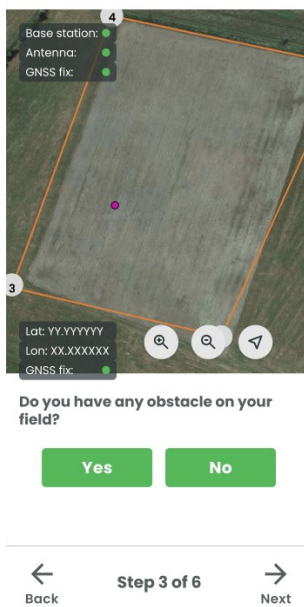

BILD 11
2. **Erfassung der Koordinaten eines etwaigen Hindernisses**. Dieser Schritt ist nicht obligatorisch, aber wenn Sie ein Hindernis anlegen, sind mindestens 3 Koordinaten erforderlich, bevor mit dem nächsten Schritt fortgefahren werden kann. (BILD 11)